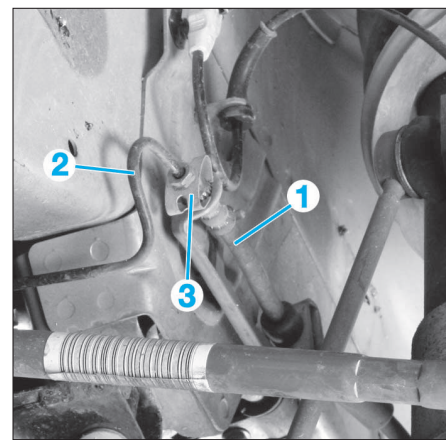
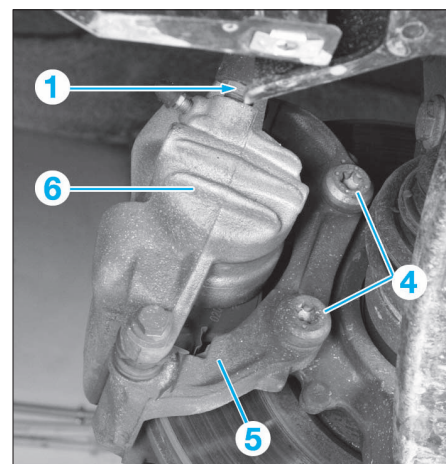

FIG. 7
FIG. 8
- Débrancher le flexible de frein (1) de la canalisation rigide (2) et récupérer le cavalier (3) (Fig.7).
- Obtenir la canalisation de frein (2).
- le flexible de frein (1) de l'étrier (Fig.8)
- les vis (4)
- le support (5) avec l'étrier de frein (6).